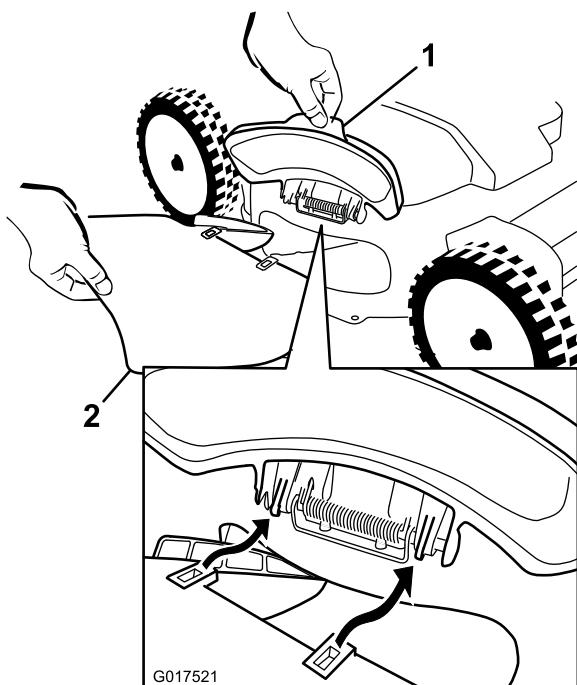

Рисунок 27
- Поднимите боковой отражатель выброса в открытое положение (Рисунок 27).